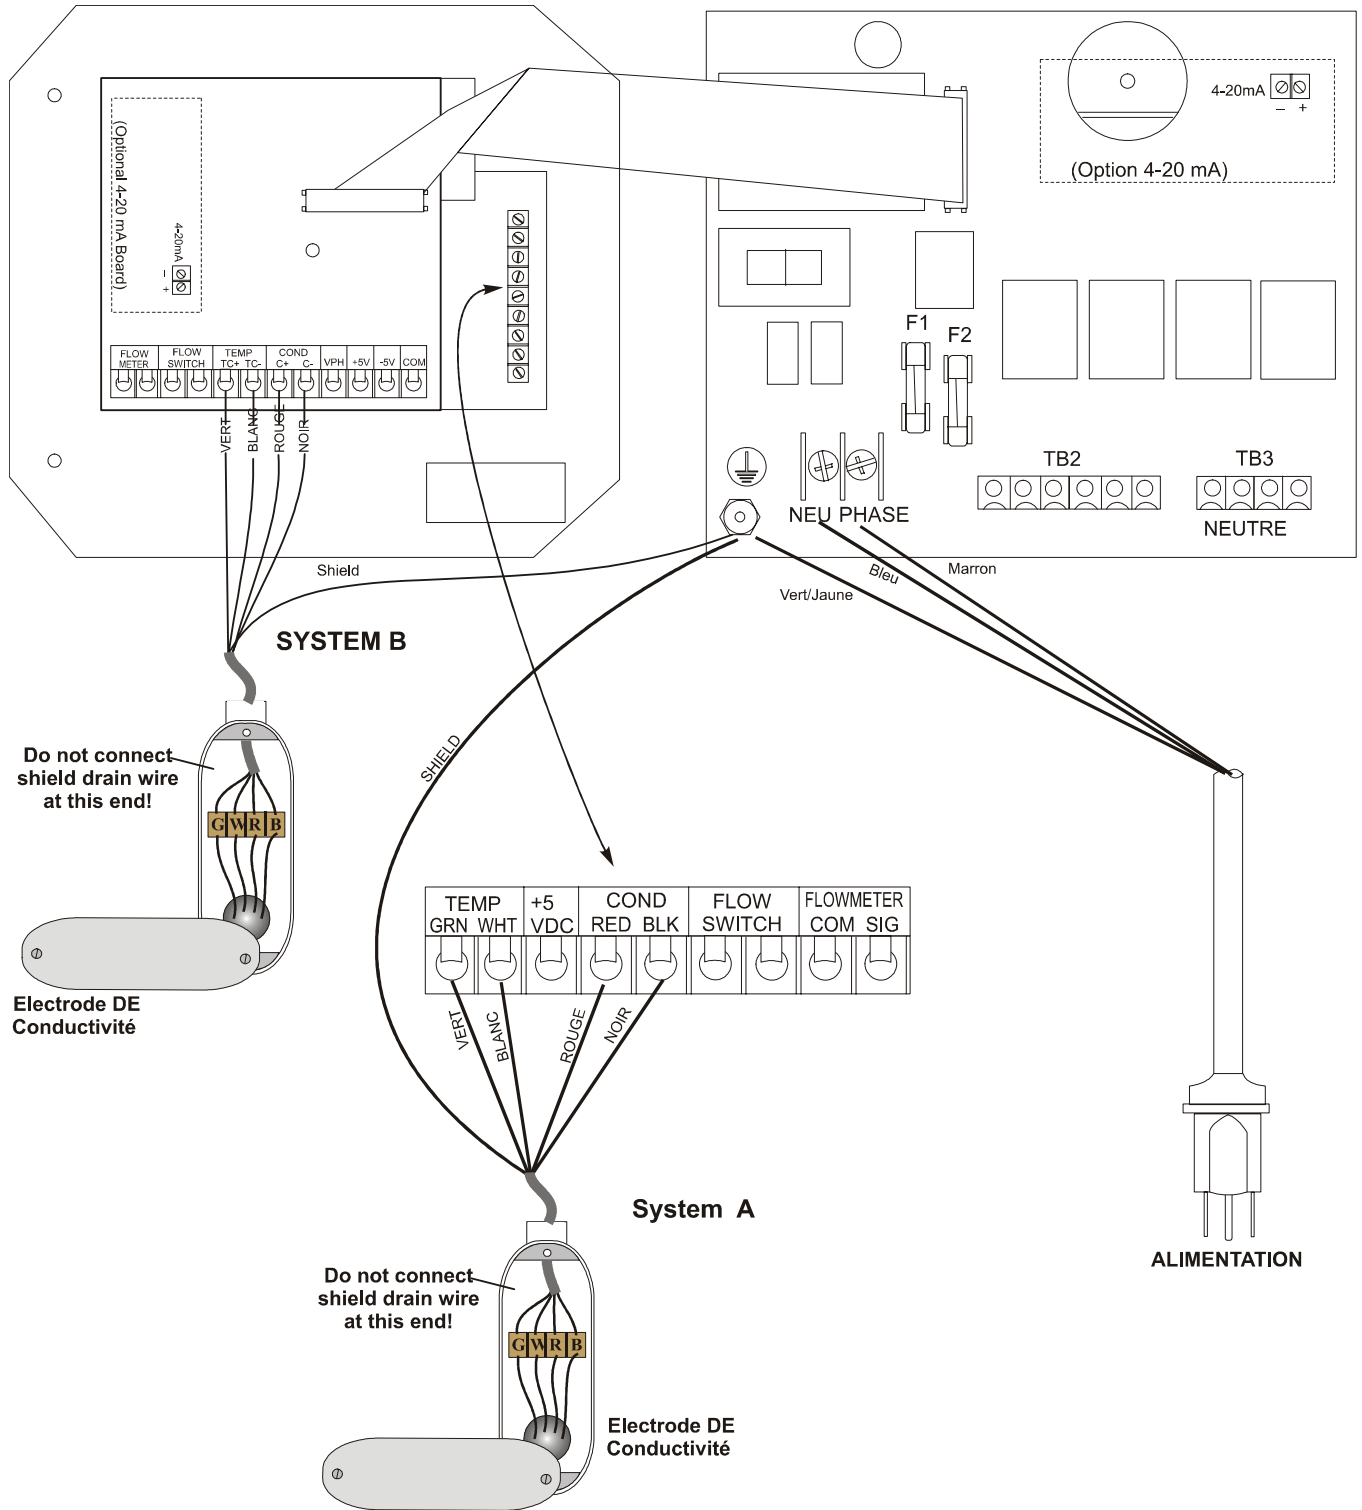

Figure 4 Entrées (panneau de relais de puissance 190873 montré)
Les différentes options de câblage standard sont montrées dans la figure 2, ci-dessous. Votre régulateur WDB arrivera de l'usine précâblé ou prêt au câblage. Selon votre configuration des options, vous devrez recâbler quelques ou toutes les entrées/sorties de l'appareil. Reportez-vous aux figures 4 et 5 pour la disposition et le câblage.
2. Lorsque vous câblez l'entrée du débitmètre optionnel, la sortie 4-20 mA ou le détecteur de débit à distance, il est recommandé d'utiliser une paire de fils blindés, tressés de 11 à 13 A. Le blindage devra être raccordé à la terre du régulateur (voir figures 4 et 5).